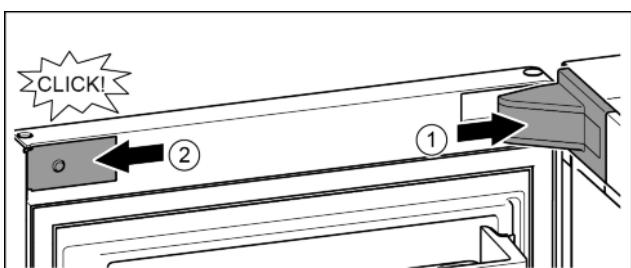

Fig. 25
- Поставете и фиксирайте капака на лагерната стойка, при нужда внимателно го натиснете настрани. Fig. 25 (1)
► Поставете странично капачката и я фиксирайте. Fig. 25 (2)